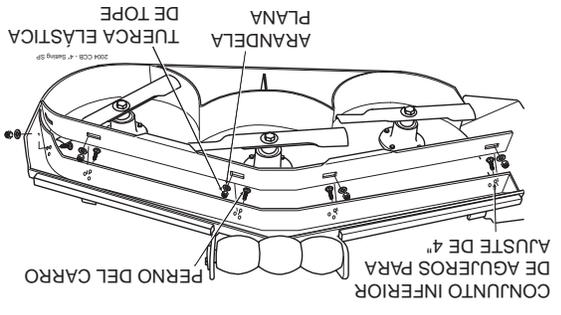

Figura 11. Posición 4" del deflector de corte personalizado
C. Posición 4" (ajuste de fábrica para las plataformas de corte Velocity-Plus) - el deflector se instala usando el conjunto inferior de agujeros en el deflector frontal soldado dentro de la plataforma de corte. (Vea la Figura 11). La colocación del deflector en el ajuste de 4" mejorará el corte en otoño (recogida de hojas) y reducirá los "soplos" en la plataforma de corte.